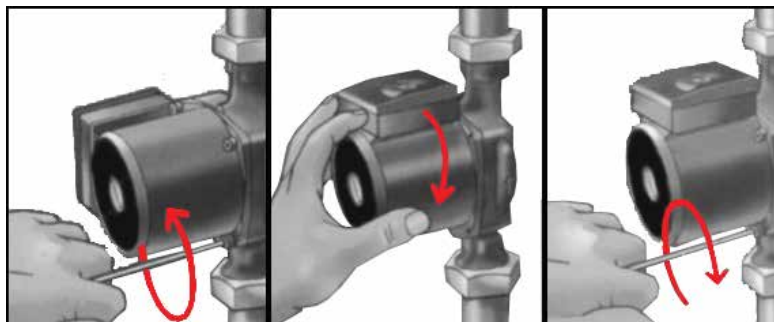

рис. 4
- для удобства доступа к клеммной коробке, её положение можно изменить вместе с корпусом двигателя. Отвернуть 4-е винта, повернуть в нужное положение и снова затянуть винты, как показано на рис.4;